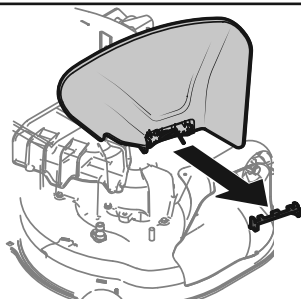

Figura 11
2. Baje el deflector de canal y descarte la traba de seguridad. Consulte la Figura 11.